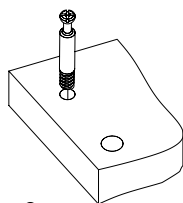

Рис.2
3. Вкрутить шпильки минификсов в соответствующие плоскостные отверстия детали 2 и деталей 1 от МБ-900 (Рис.2).